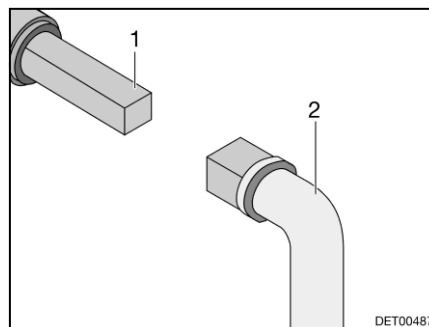

Fig. 73 Manejo del grifo para la eliminación de aguas residuales
- Insertar la llave (Fig. 73,2) en el cuadrado (Fig. 73,1).